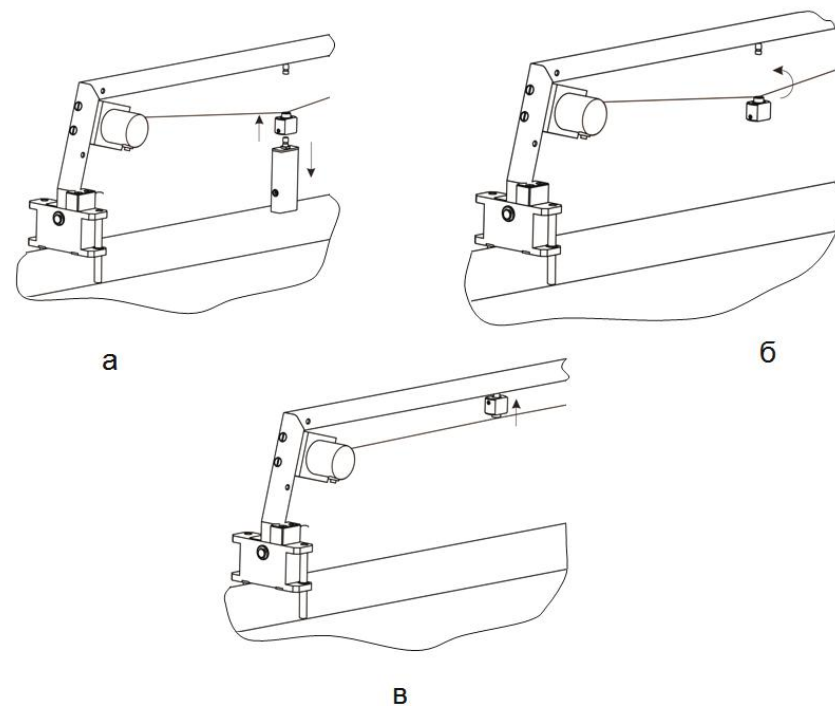

Рис.7
5.4 По завершении работы и при калибровке устройства на рельсе, освободите ПЭП из держателя («а», Рисунок 7), переверните держатель («б»), закрепите (защелкните) держатель на калибровочном штифте («в», Рисунок 7), проверьте крепление.